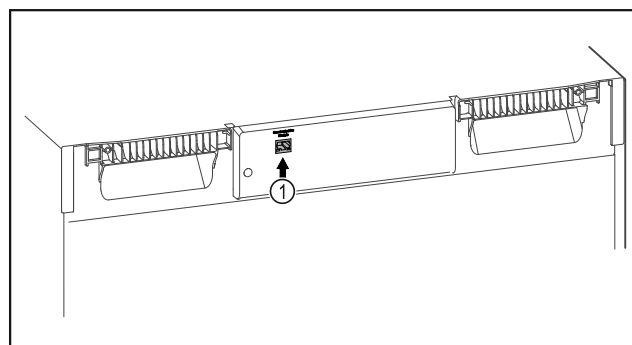

Fig. 116
- ❑ SmartModule Fig. 116 (1) установлен.